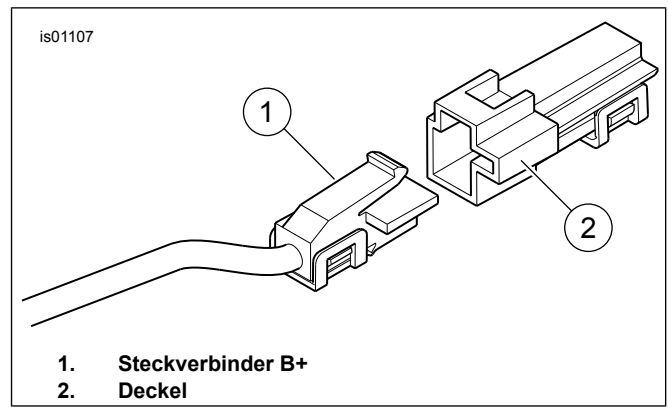

Abbildung 20. Steckverbinder B+
- Siehe Abbildung 20. Den Steckverbinder B+ (Batteriepluspol) (1) (ein rotes Kabel und ein nicht benutzter grauer Steckverbinder) am Hauptkabelbaum ausfindig machen. Die Abdeckung (2) des Steckverbinders entfernen.